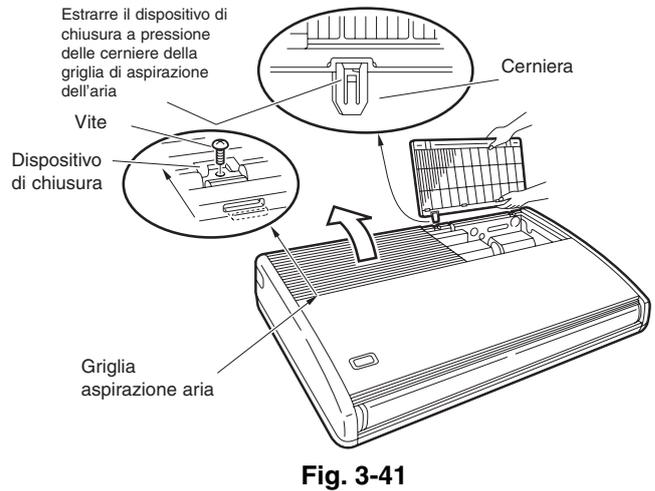
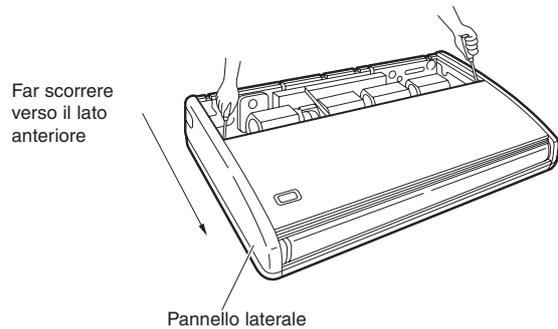

Fig. 3-41
Fig. 3-42
- (5) Prima di sospendere l'unità interna, rimuovere le 2 o 3 viti presenti sul dispositivo di chiusura delle griglie delle prese d'aria, aprire le griglie e rimuoverle spingendo i battenti delle cerniere come mostrato nella fig. 3-41. Quindi rimuovere i pannelli su entrambi i lati, facendoli scorrere lungo l'unità verso la parte anteriore dopo aver rimosso le due viti di fissaggio. (Fig. 3-42).